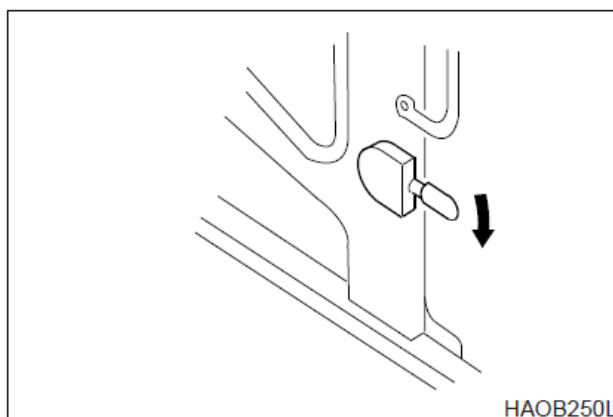

Рис. 118
- Для отделения двери от стенки кабины опустить рычаг защелки (рис.118). Рычаг защелки расположен слева от сиденья оператора.